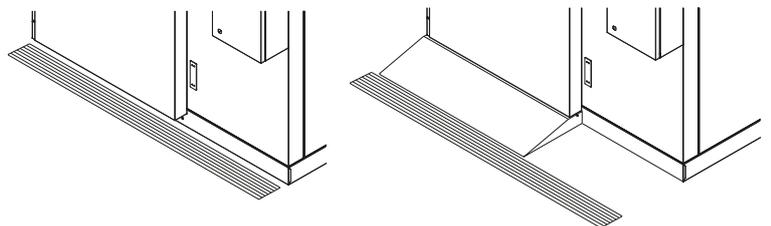

Abbildung 2
- Bei Plattenschockkühlern ist eine Ablaufrinne in Türnähe vorzusehen und die Kondensatablassleitung in das Abwassernetz zu leiten. Wenn die Maschine über eine Rampe verfügt, ist es möglich, die Ablaufrinne vor der Rampe oder immer am Türausgang an der Schwelle zu installieren (Abbildung 2).